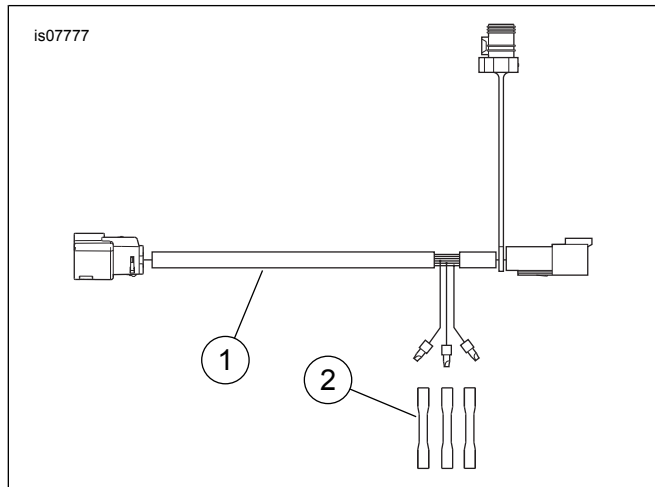

Abbildung 1. Ersatzteile, Elektrikanschluss-Kabelbaum
Siehe Abbildung 1 und Tabelle 1.
2. **Nebenverbraucher mit einem 4-Weg-Deutsch-Buchsen-Stromanschluss** werden direkt am Elektrikanschluss-Kabelbaum oder Elektrozubehöradapter angeschlossen. **Nebenverbraucher, die mit drei einzelnen Kabeln an die Stromversorgung angeschlossen werden:** Siehe Abbildung 1. Die Kabel des (der) Nebenverbraucher(s) auf eine geeignete Länge zuschneiden, sodass sie mühelos die drei einzelnen Leiter am Elektrikanschluss-Kabelbaum erreichen. Die Drehverbinder von den drei Leitern am Kabelbaum abschneiden.